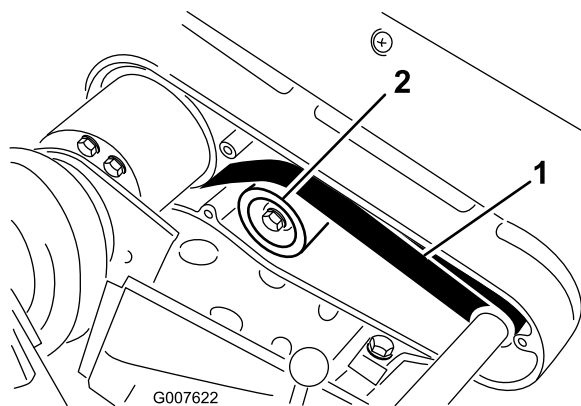

Figura 39
- A. Allentate il dado di fissaggio della puleggia tendicinghia e ruotate la puleggia in senso orario verso il retro della cinghia, fino a ottenere la tensione desiderata (Figura 39).
2. Controllate la tensione premendo la cinghia al centro tra le pulegge (Figura 39) con una forza di 22–26 N.